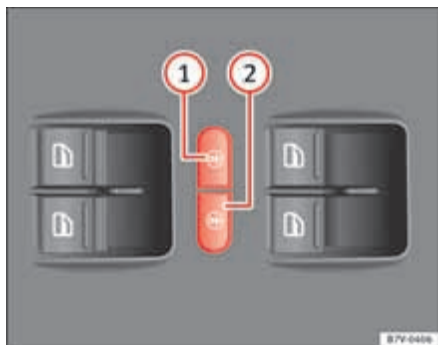

Abb. 52 In der Fahrertür:
Die elektrische Kindersicherung verhindert das Öffnen der Schiebetüren und der elektrischen Fensterheber in den Schiebetüren von innen, damit z. B. Kinder während der Fahrt nicht versehentlich eine Tür öffnen. Die linke Taste ⇒ Abb. 52 ① bzw. die rechte Taste ② schaltet die Kindersicherung hinten links bzw. rechts ein.
Einschalten:	Taste ⇒ Abb. 52 ① oder ② drücken.